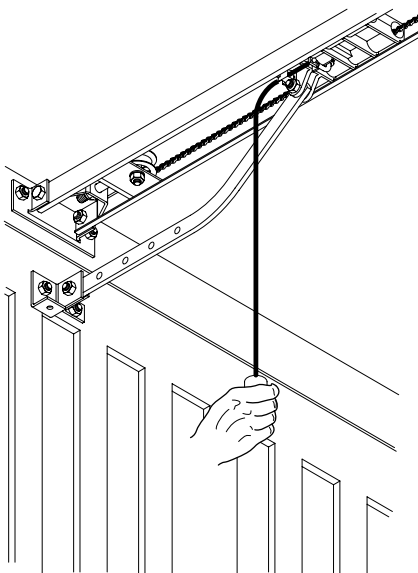

Fig. 22
- SM1** Desbloqueio externo a ser aplicado ao espigão de cremona existente da porta basculante (fig.22).